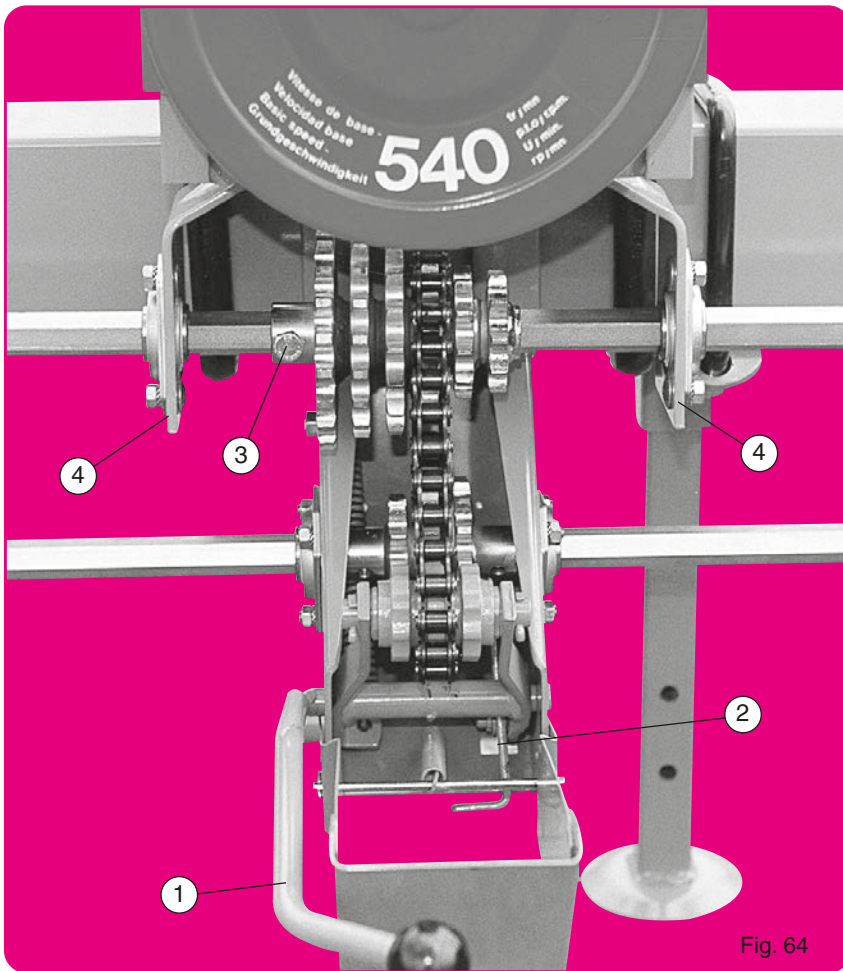

Fig. 64
- Montage normal (fig. 64) pour semoir à nombre de rangs pair et inter-rangs supérieur à 45 cm.
Normale Montage (Abb. 64) für Sämaschinen mit gerader Reihenanzahl und Reihenabstand über 45 cm.
- Normal assembly (fig. 64) for planters with an even number of rows and inter-row spacing over 45 cm (18")
- normale montage (fig. 64) voor een zaaimachine met een even aantal rijen en voor een rijafstand van meer dan 45 cm.